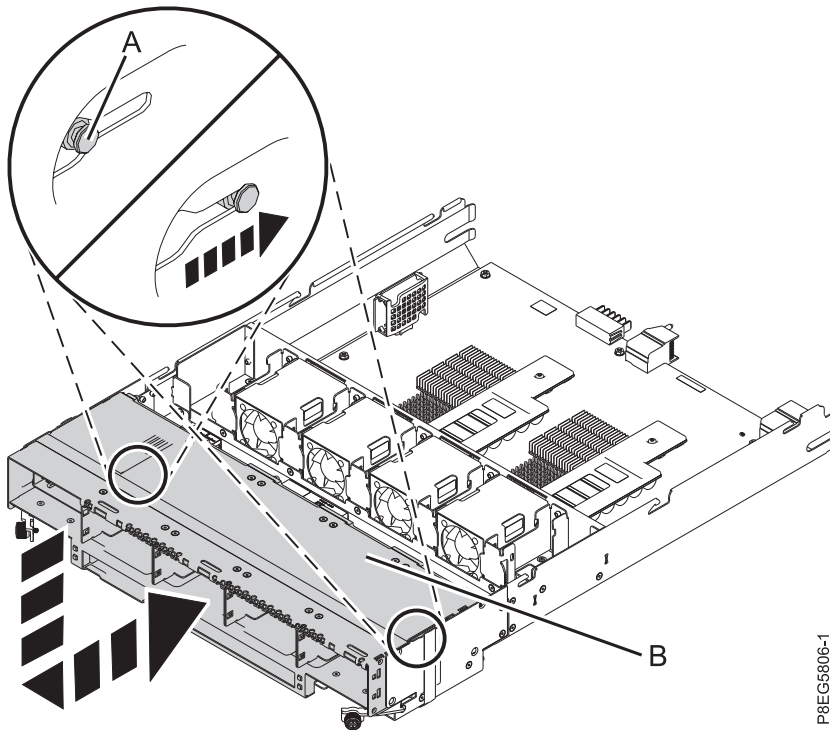

Figure 14. Remplacement du fond de panier d'unité de disque
2. Faites glisser le fond de panier d'unité de disque (**B**) dans son emplacement dans l'assemblage RAID. Vérifiez que les fixations (**A**) situées sur la partie inférieure du fond de panier d'unité de disque sont insérées dans les emplacements de l'assemblage RAID. Voir figure 14, à la page 14.